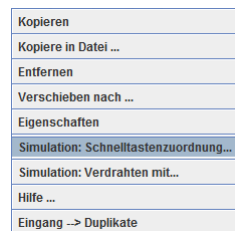

Abbildung 35-6
- Wählen Sie die Funktion „Simulation: Schnelltasten Zuordnung...“. (Abbildung 35-6)